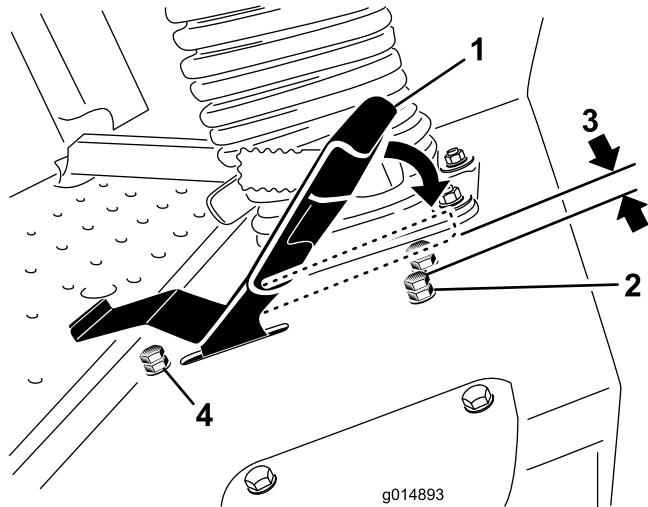

**Figure 59**
- Si la roue arrière gauche tourne, desserrez les écrous de blocage sur la tige de commande de transmission gauche (Figure 59).